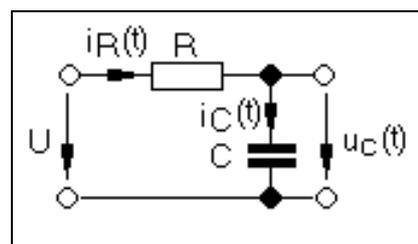

Bild 1
4. Die Schaltung nach Bild 1 wird aus einer niederohmigen Quelle gespeist und im Leerlauf betrieben!